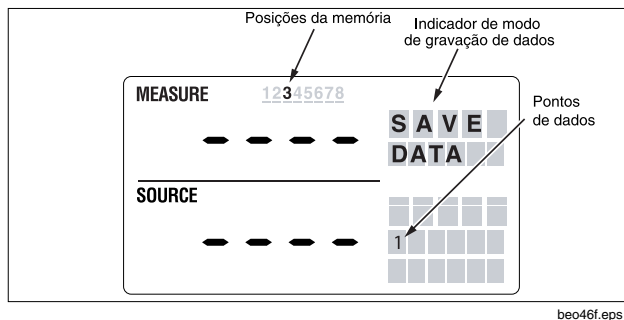

Figura 19. Menu SAVE DATA (Salvar dados) com indicação da posição de memória 3, 1
Para gravar os dados das medições, siga este procedimento e veja a Figura 19.
6. Aperte  para gravar a medição e colocar a unidade de volta no modo de medição. A Figura 19 mostra uma leitura armazenada na posição 3 da memória, ponto de dados 1.